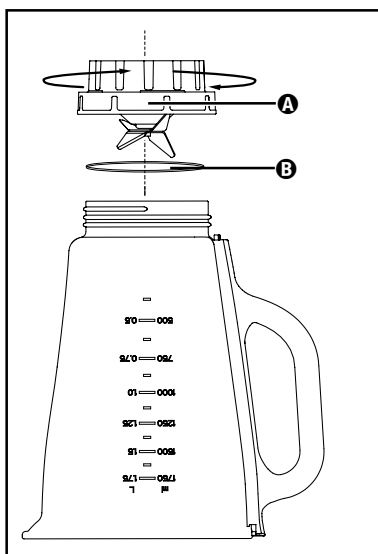

Fig. 3
2) Renversez l'appareil et tournez le bloc de lames **A** avec les lames **4** dans le sens anti-horaire afin qu'il se détache de la partie en verre du bol mixeur **3** (voir fig. 3).